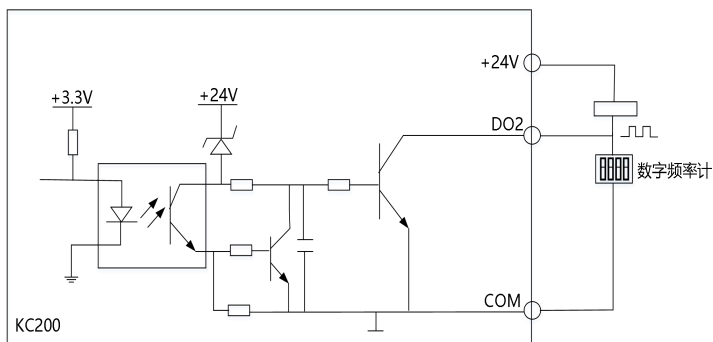

图 3-14 输出端子 D02 连接方式 1
3. D02 用作数字脉冲频率输出，可使用变频器内部的 24V 电源，接线方式请参见图 3-14。